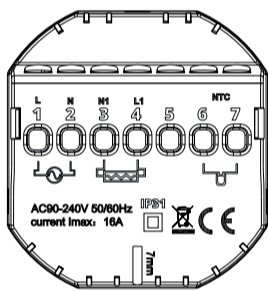
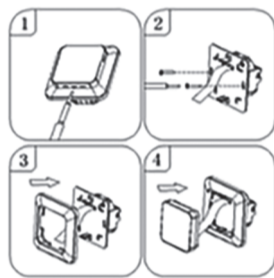

Abbildung 1. Beschreibung der Klemmleiste des Thermoreglers
Abbildung 2. Demontage des Thermoregulators
Der Temperaturregler ist für den Einbau in eine Elektrodose mit ø 60 mm vorgesehen. Für seine Installation im Schaltkasten und den elektrischen Anschlüssen, öffnen Sie das Gehäuse sehr vorsichtig (um das Verbindungsband nicht zu beschädigen), indem Sie die Displaybaugruppe gemäß den Anweisungen in Abbildung 2 oben entfernen. Die Installation des Temperaturreglers sollte an einem Ort geplant werden, der keiner direkten Sonneneinstrahlung ausgesetzt ist. Abbildung 1 zeigt die Klemmleiste des Temperaturreglers, die für den elektrischen Anschluss des Geräts an das Stromnetz verwendet wird. Verbinden Sie den Neutralleiter (N) der Netzleitung mit der mit Nummer 2 gekennzeichneten Klemme und den Phasenleiter (L) mit der mit Nummer 1 gekennzeichneten Klemme. Schließen Sie andererseits das Heizgerät (Matte, Heizfolie) an an die Klemmleiste (N1) der Stromversorgung des Heizgeräts an die mit Nummer 3 gekennzeichnete Klemme und den Phasenleiter (L1) an die mit Nummer 4 gekennzeichnete Klemme anschließen. An den externen NTC-Temperatursensor sollte angeschlossen werden die mit den Nummern 6 und 7 gekennzeichneten Klemmen, Polarität spielt jedoch keine Rolle. Nach Abschluss der Installation und Herstellung der elektrischen Anschlüsse sollte das System gemäß dem nächsten Abschnitt dieses Handbuchs konfiguriert werden.